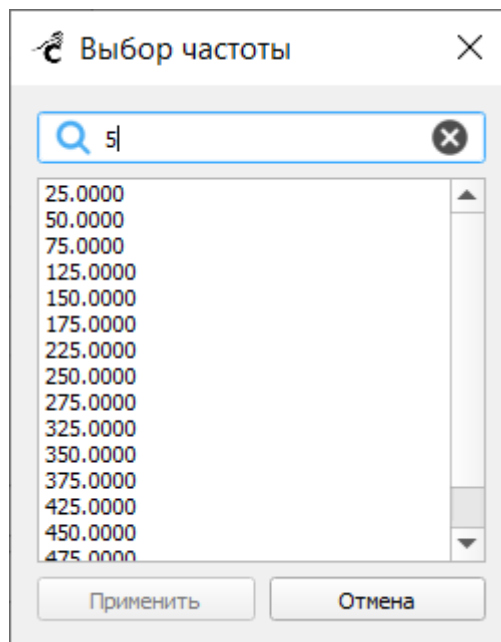

Рисунок 317 – Окно поиска частоты
- «Частота, Гц» – одна из частот, на которых был произведен расчет. Значение выбирается из выпадающего списка. Также при большом количестве значений в списке можно воспользоваться поиском по введенному значению, нажав на кнопку . В открывшемся окне (Рисунок 317) нужно ввести одну или несколько искомых цифр (список автоматически отфильтровывается по мере ввода), выбрать требуемое значение и нажать на кнопку «Применить»;